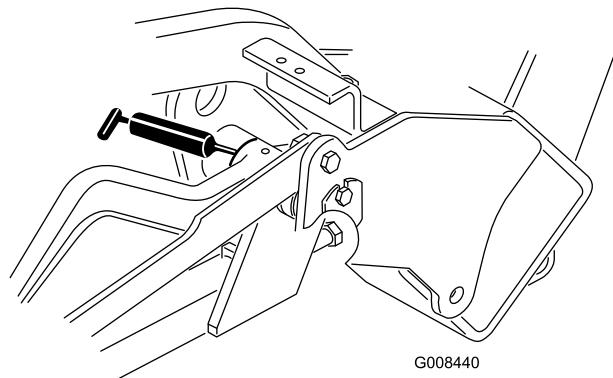

Figura 42
- Bracci di sollevamento (3) (Figura 42)